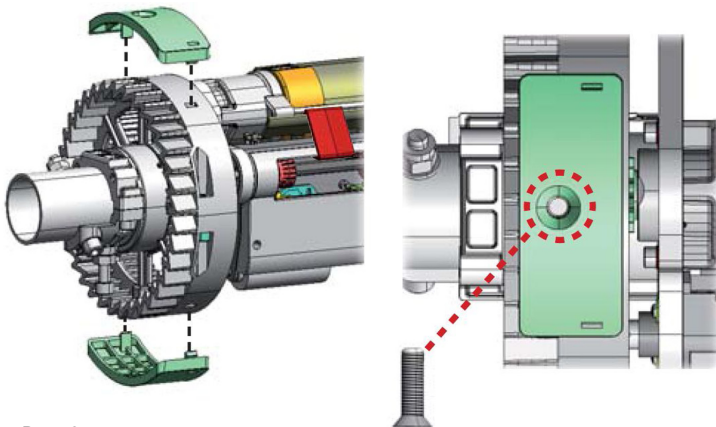

Рис. 9
7. Очистите поверхность адаптеров (9) от различного рода загрязнений и металлической стружки.
8. Установите игольчатые подшипники (10), сомкнув их на несущих адаптерах привода (9) до защелкивания.
9. Установите две части приводного адаптера (11) и скрепите их крепежными винтами (12).
10. В случае, если диаметр барабана на валу 220 мм., установите пластиковые наклейки на приводной адаптер и зафиксируйте один из них винтом с плоской утопающей головкой (рис.9).